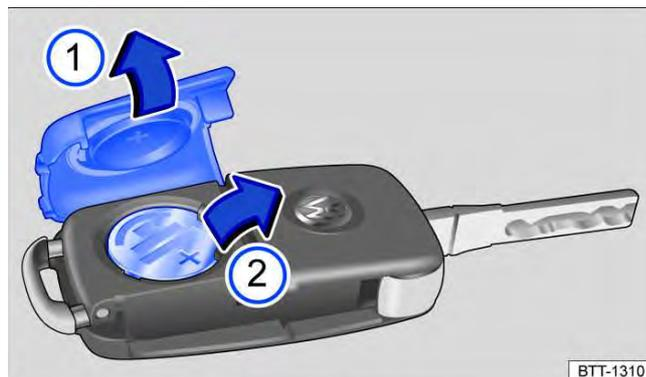

Fig. 49 Chave do veículo com comando remoto: ① Abrir a tampa do alojamento da bateria. ② Remover a bateria.
A bateria encontra-se no lado posterior da chave do veículo com comando remoto, sob uma cobertura → Fig. 49.
- Retirar a cobertura no lado posterior da chave → Fig. 49 no sentido da seta → ①.
- Remover a bateria do alojamento da bateria com uma ferramenta adequada ②.
- Posicionar a nova bateria conforme indicado ② e pressionar no sentido contrário ao da seta para dentro do alojamento da bateria → ①.
- Posicionar a cobertura conforme indicado ① e pressionar no sentido contrário ao da seta sobre a carcaça da chave do veículo até encaixar.